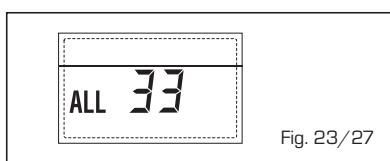

Fig. 23/27
**- ANOMALIA COMUNICAÇÃO PLAQUETA RS-485 EM MODALIDADE CASCATA "ALL 34" (fig. 23/28)**